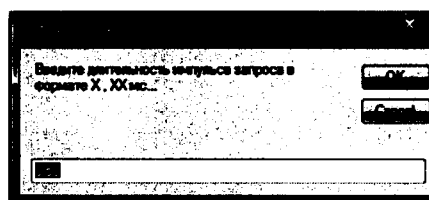

Рисунок 18 - Окно «Измерение /канал 1/ /150 В/ (длительность импульса запроса)»
4.5.5 Измерить осциллографом амплитуду импульса запроса и ввести измеренное значение в формате XXX В, в окно «Измерение /канал 1/ /150 В/ (амплитуда импульса запроса)», нажать на кнопку «ОК», после чего измеренное значение отобразится на экране - столбец «Амплитуда импульса запроса, В» и появится новое окно «Измерение /канал 1/ /150 В/ (длительность импульса запроса)» (Рисунок 18).